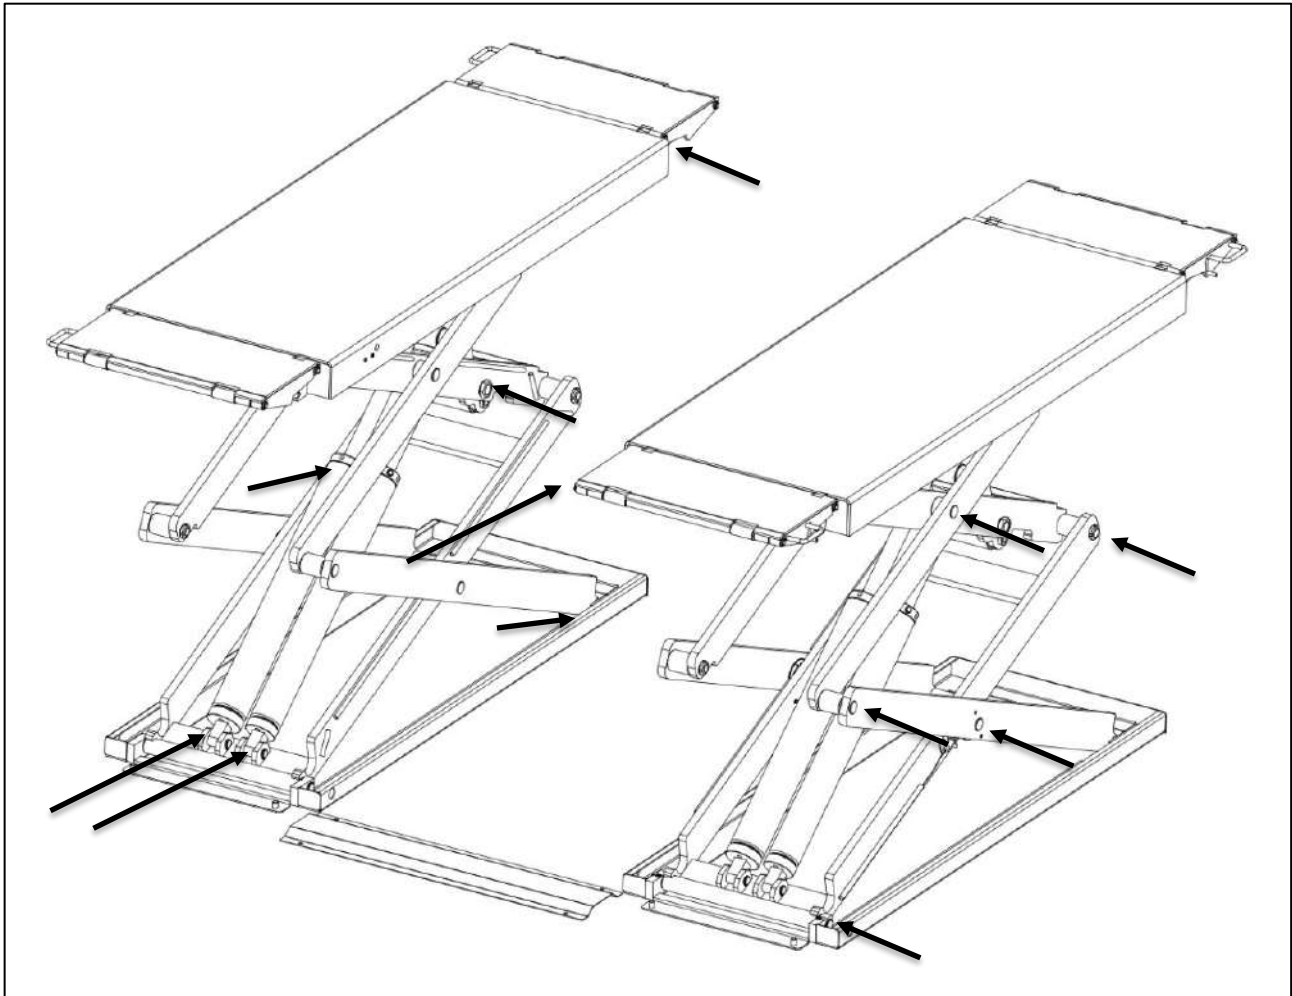

Fig. 15 - Tjek ved årlig vedligeholdelse af maskinen
6.4 Årlig vedligeholdelse (visuel oversigt fig. 15)